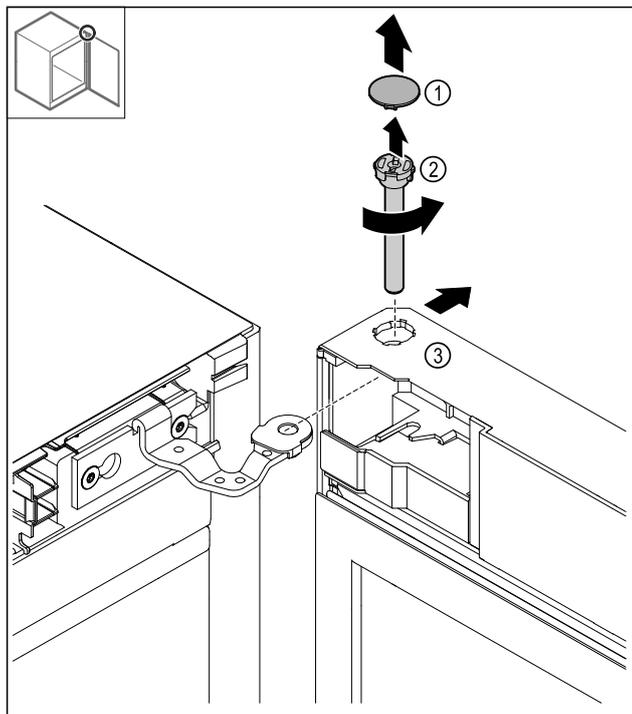

Fig. 19
- ▶ Rimuovere la copertura Fig. 19 (1).
- ▶ Allentare i bulloni Fig. 19 (2) in senso antiorario e rimuoverli.
- ▶ Ribaltare leggermente la porta Fig. 19 (3).